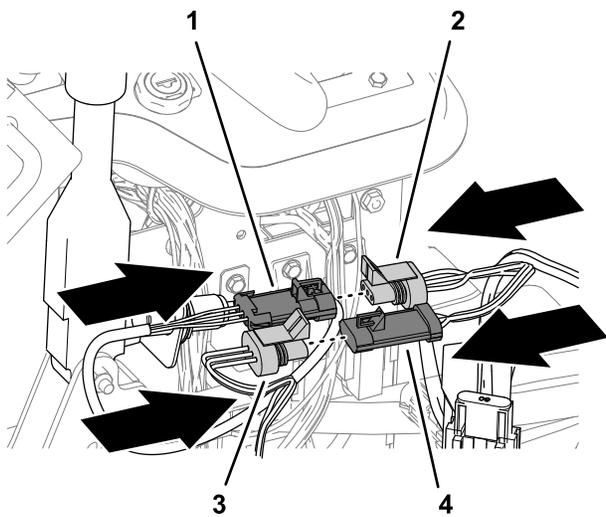

Figura 15
2. Ligue o conector de três tomadas do interruptor do travão de estacionamento ao conector de três pinos da cablagem (Figura 15).
3. Ligue o conector de três pinos da cablagem da máquina ao conector de três tomadas da cablagem de alimentação (Figura 15).